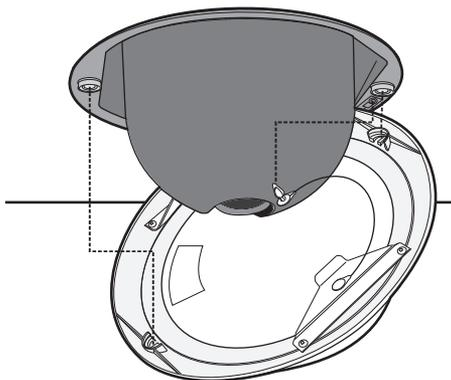

Figura 13. Instalación del domo inferior empotrado en techo
1. Coloque la abrazadera del extremo del cabo del aro de reborde dentro del orificio sobre el borde de la caja posterior (consulte la Figura 13).